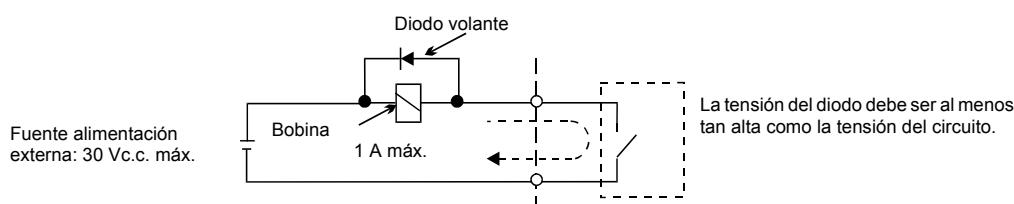

Fig. 3 Conexión del diodo volante
*2. Cuando controle una carga reactiva, como una bobina de relé con alimentación de c.c., inserte siempre un diodo como se muestra en la Fig. 3.